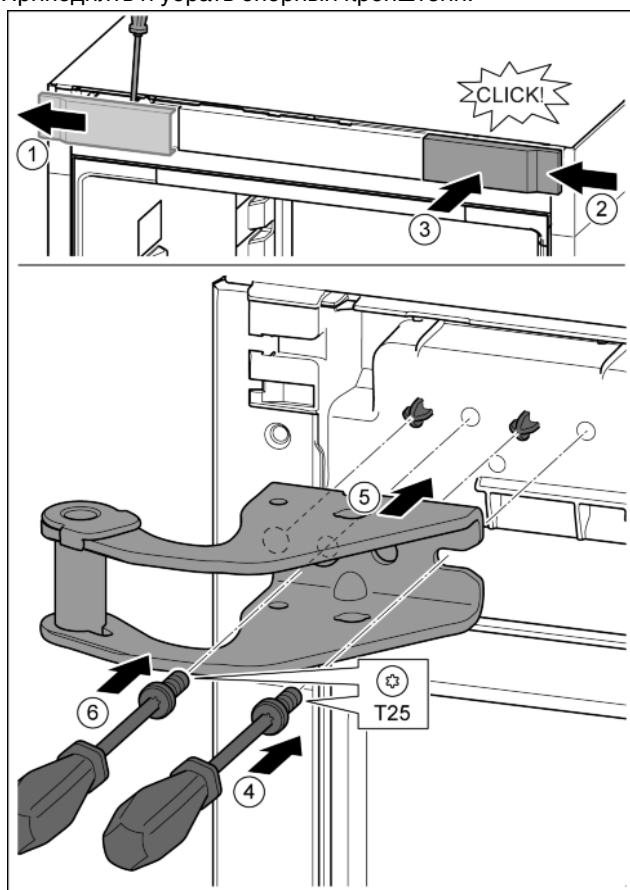

Fig. 9
- Крышку отсоединить с помощью отвертки и убрать в сторону. Fig. 9 (1)
- Навесить крышку, повернув ее на 180°, справа с другой стороны. Fig. 9 (2)
- Крышку зафиксировать. Fig. 9 (3)
- Установить винт отверткой T25. Fig. 9 (4)
- Установить верхний опорный кронштейн. Fig. 9 (5)
- Затянуть винт. Fig. 9 (2)
- Вставить и затянуть винт отверткой T25. Fig. 9 (6)